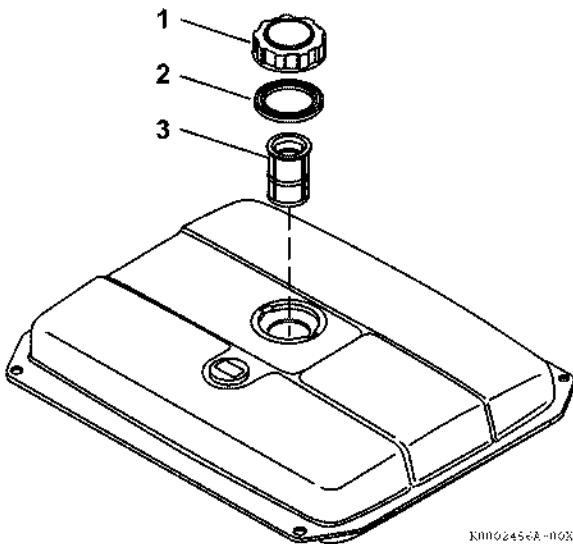

Рис. 68
1. Вытряните поверхность вокруг крышки топливного бака (Рис. 68, (1)).
3. Выньте приемный топливный фильтр-сеточку (Рис. 68, (3)).
5. Осмотрите прокладку крышки (Рис. 68, (2)) и замените, если она повреждена.